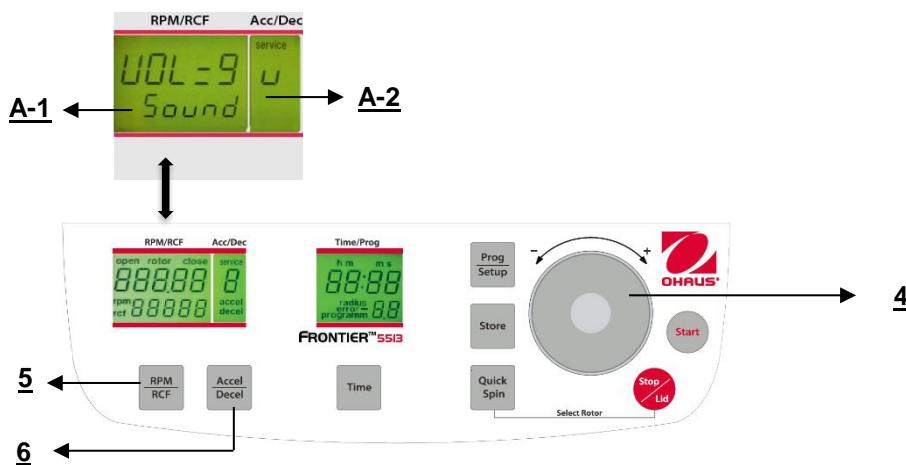

Figura. 31
Procedere come descritto al punto 4.1.2 per inserire questa modalità programma e poi premere il tasto **"Accel/Decel"** (6). Sul display **"Acc/Dec" (A-2)** lampeggia la parola **"Service"**. Selezionare adesso la lettera **"U"** con la quadrante di regolazione (4). Di conseguenza, sul display **"RPM/RCF"** (A-1), appaiono le parole **"Vol=0- 9/Sound"**. Dopo aver premuto il tasto **"RPM/RCF"** (5), è possibile regolare il volume desiderato fra 0 (basso) e 9 (alto) con la quadrante di regolazione (4) (Vedere figura 31).